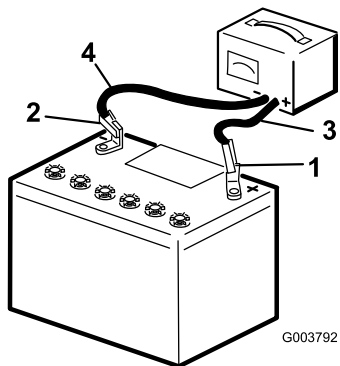

Figure 3
2. Connectez un chargeur à la batterie (Figure 3) et chargez la batterie au régime de à 6 à 10 ampères pendant une heure au minimum. Ne chargez pas la batterie excessivement.
3. Quand la batterie est chargée au maximum, débranchez le chargeur de la prise, puis débranchez les fils du chargeur des bornes de la batterie (Figure 3).